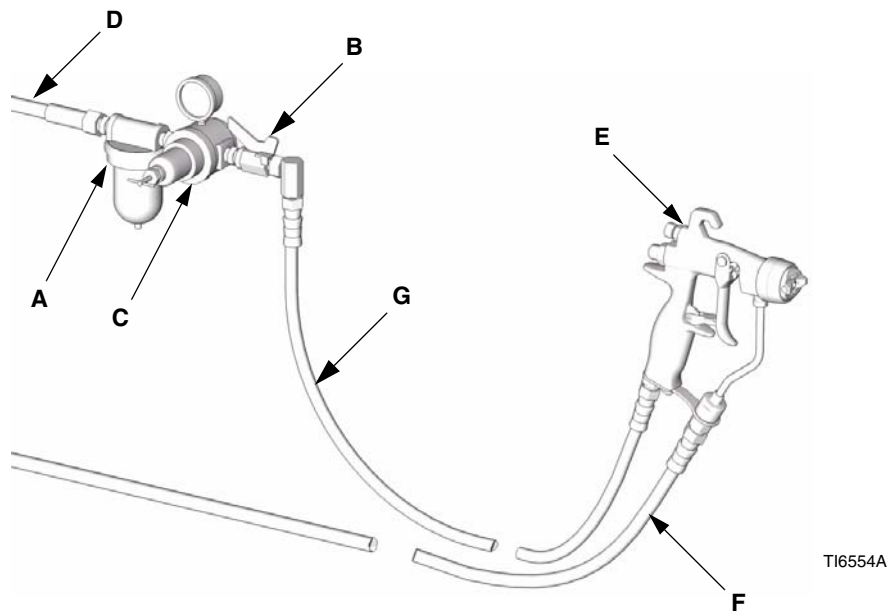

FIG. 1: Typinstallationen (modell G15 visas)
Typinstallationen i FIG. 1 är endast en vägledning vid val och installation av airassistsprutsystem. Er Graco-distributör kan medverka vid konstruktion av ett system som uppfyller era behov.
1. Montera ett luftfilter (A) på matningsledningen om den reglerade tryckluftmatningen saknar filter, så att pistolen matas med torr och ren luft. Smuts och fukt kan förstöra den färdiga ytan på arbetsstycket. Se FIG. 1.
2. Montera en tryckluftregulator (C) på tryckluftledningen för reglering av lufttrycket till pistolen.
3. Montera en avstängningskran (B) på pistolluftledningen.